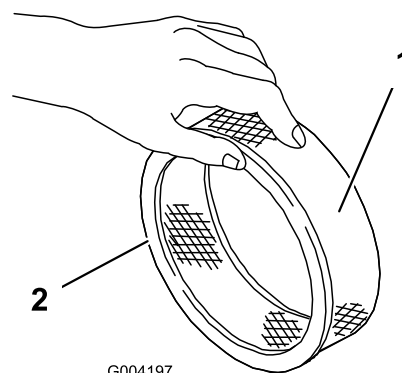

図 16
5. ペーパー・フィルタに汚れや油汚れ、ゴムシールの傷がないか点検する(図 16)。
1. ペーパー・エレメントにスポンジ・エレメントを注意深く取り付ける(図 16)。